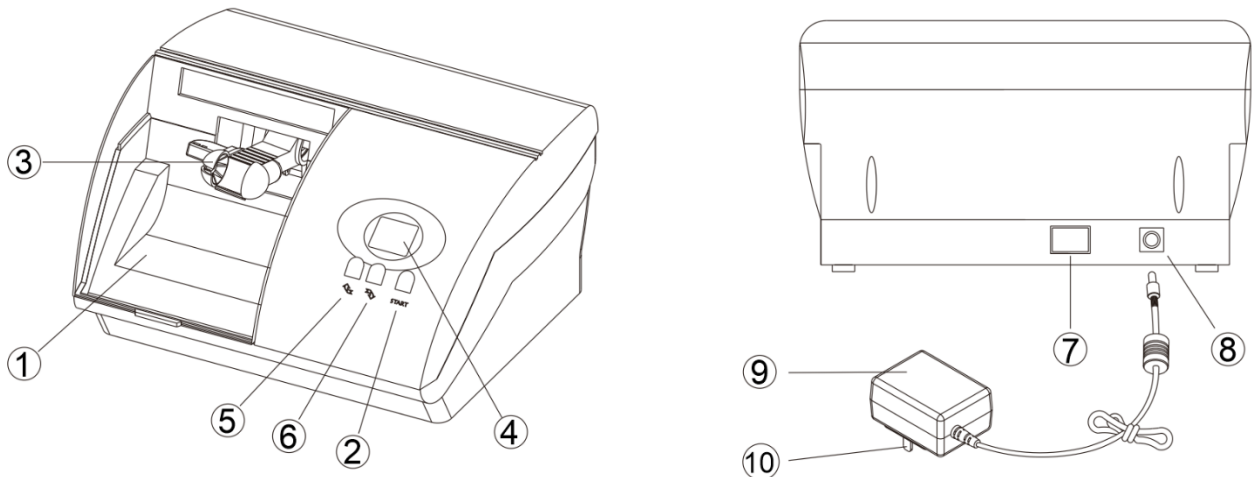

Figura 1
- 1) Tal como se muestra en la figura 1, coloque el interruptor de encendido y apagado situado en la parte posterior de la unidad principal en la posición «-» para encender el dispositivo. En ese momento, la pantalla mostrará el tiempo de funcionamiento inicial (40 segundos).